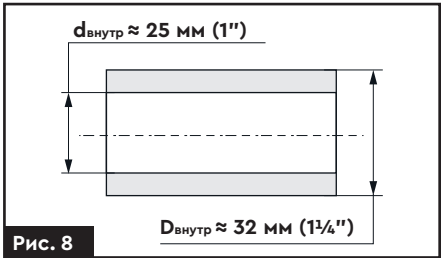

Рис. 8
- 2. При приєднаннi до магістрального водопроводу дiаметр труби в місці приєднання вхiдного патрубкy має бути не менший, ніж 1 ¼" (рис. 8).